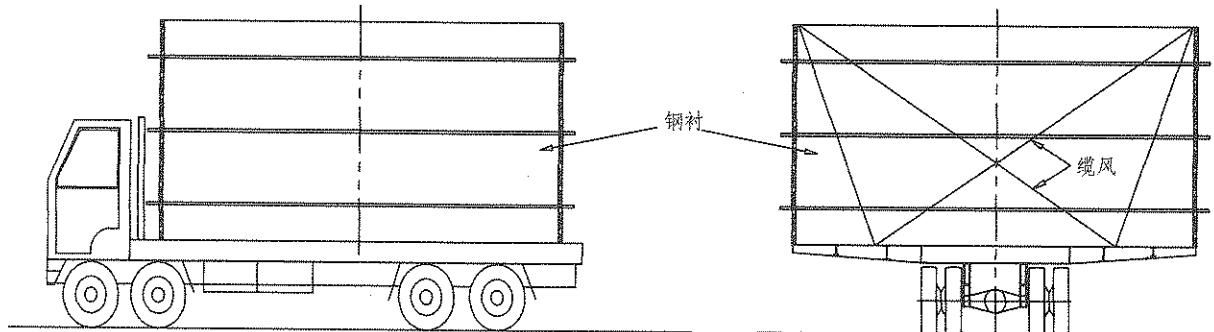

图3 矩形钢衬水平运输示意图
(1)钢衬的运输及起重设备的选择:钢衬在钢衬制造厂主要采用汽车吊或桥机装车,用平板拖车运输至现场30 t缆机覆盖范围内。矩形钢衬水平运输情况见图3。